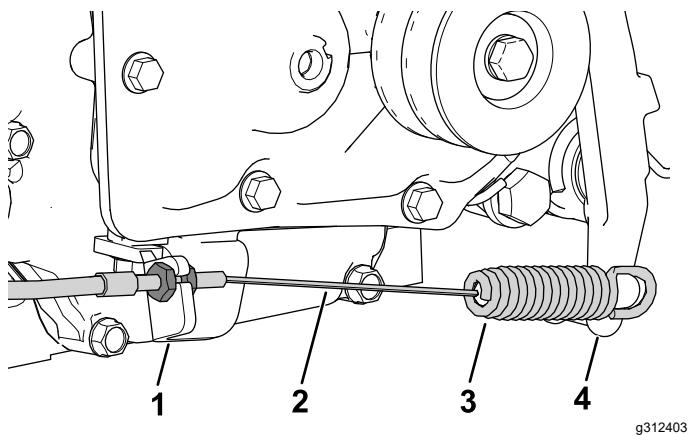

图 5
5. 将离合器拉索安装到离合器板上 图 5。
6. 将离合器拉索的弹簧端安装到离合器杆上 图 5。